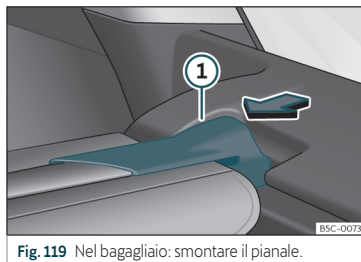

Fig. 119 Nel bagagliaio: smontare il pianale.
- Premere il supporto del pianale >>> **fig. 119** ① nel senso della freccia.
- Fissare il supporto del pianale >>> **fig. 119** ① nell'alloggiamento del lato opposto.